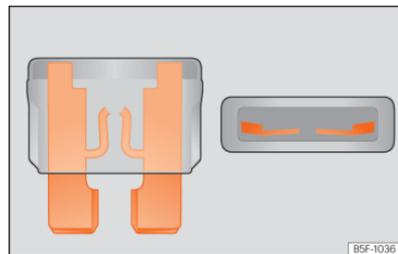

Fig. 204 Representação de um fusível fundido.
- Irá reconhecer um fusível fundido se a tira de metal estiver fundida »» Fig. 204.